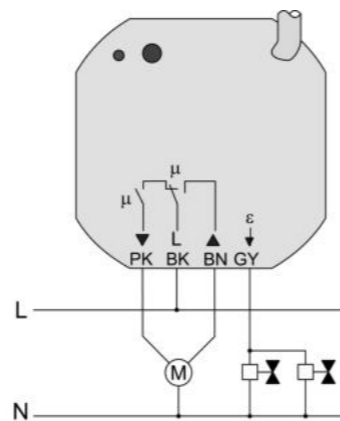

Bild 5
- Last anschließen (Bild 5). Beiliegende Verbindungsklemmen verwenden.